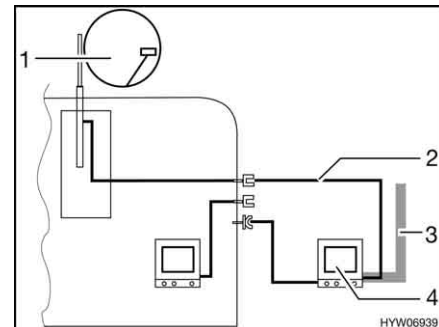

Fig. 171 TV nella tenda veranda
- TV nella tenda veranda (Fig. 171,4): Collegamento all'antenna del tetto (Fig. 171,1) con cavo di collegamento (Fig. 171,2)
- TV nella tenda veranda (Fig. 171,4): Collegamento a antenna esterna (Fig. 171,3)